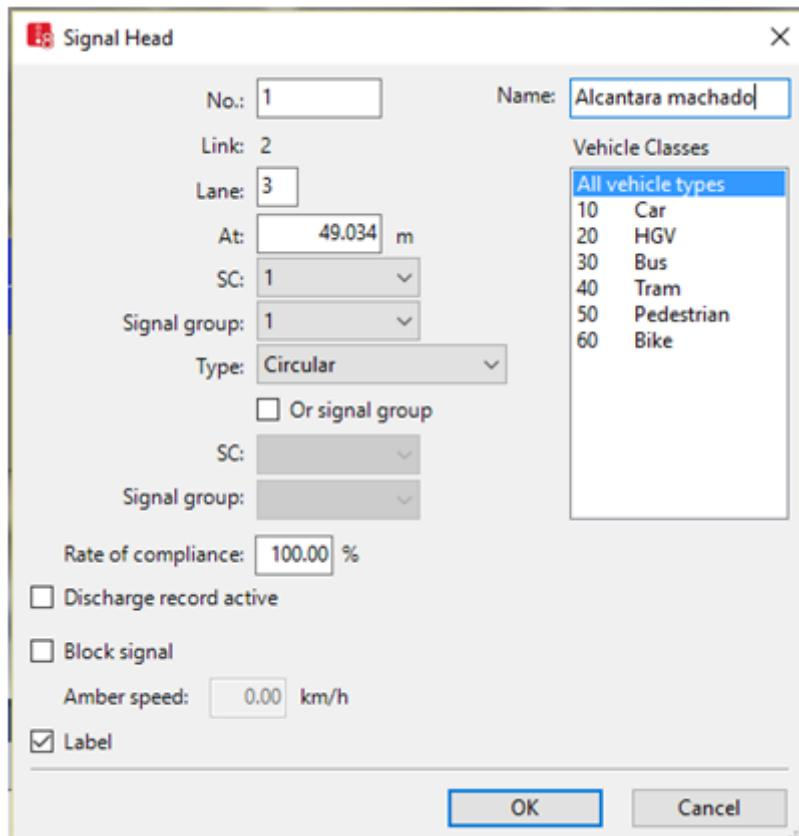

Figura 27
59. Em **Network objects**, clique em **Signal Heads** e adicione, apertando CTRL e o botão direito. Na janela aberta (Figura 27), altere o nome para “Alcântara Machado” e mantenha as configurações padrão. Clique em OK.